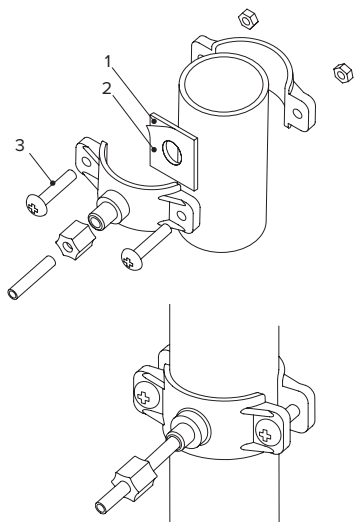

Рис. 5. Встановлення дренажного хому́та
2. Зніміть із прокладки (1) захисну плівку (2). Приклейте прокладку ущільнювача з внутрішньої сторони хому́та, так, щоб отвір у прокладці збігів з отвором у штуцері хому́та (рис. 5).
3. Встановіть хомут на дренажній лінії і потім затягніть болти (3). Болти слід затягувати рівномірно, щоб дві частини хому́та розташовувалися паралельно.